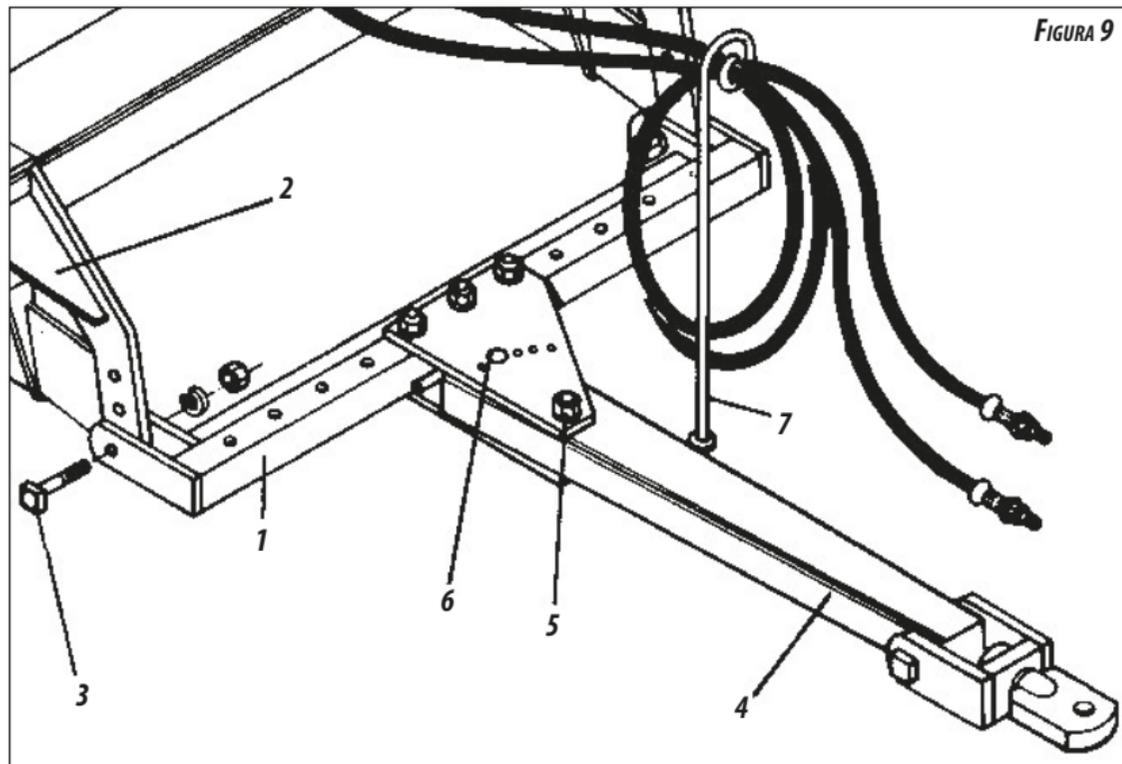

FIGURA 9
- Colocar la barra transversal completa (1) *figura 9*, en la armación delantera (2) a través de los tornillos (3).
- Introducir el cabezal de enganche (4), entre las chapas superior e inferior de la barra transversal, fijando con el tornillo (5) arandela y tuerca. Colocar el perno de regulación (6).
- Fijar en el cabezal el soporte de las mangueras (7), pasando las mangueras por el mismo.